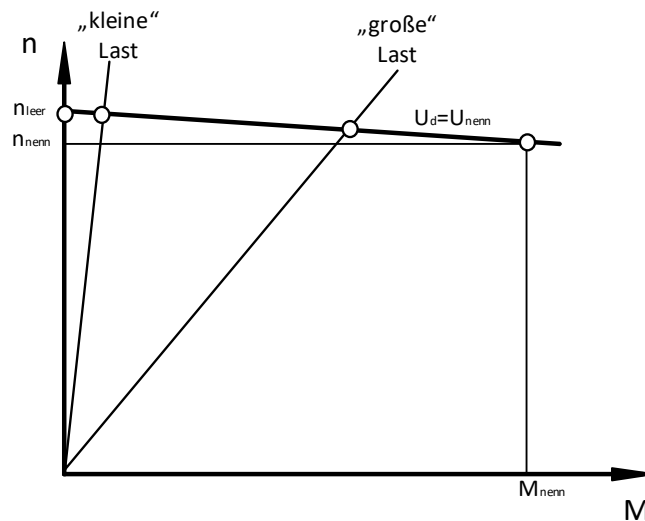

Bild 3: Idealisierte Drehzahl-Momenten-Kennlinie eines permanenterregten Gleichstrommotors
- Konstruieren Sie die Drehzahl-Momenten-Kennlinien für  $U_0=10V, 12V, 14V$  (entsprechend Bild 3).